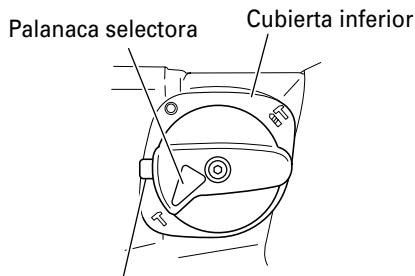

Fig. 6
(1) Cambio a "martilleo"
- Alinee la marca ▲ de la palanca selectora y T del sujetador de palanca, tal como se muestra en la Fig. 6.